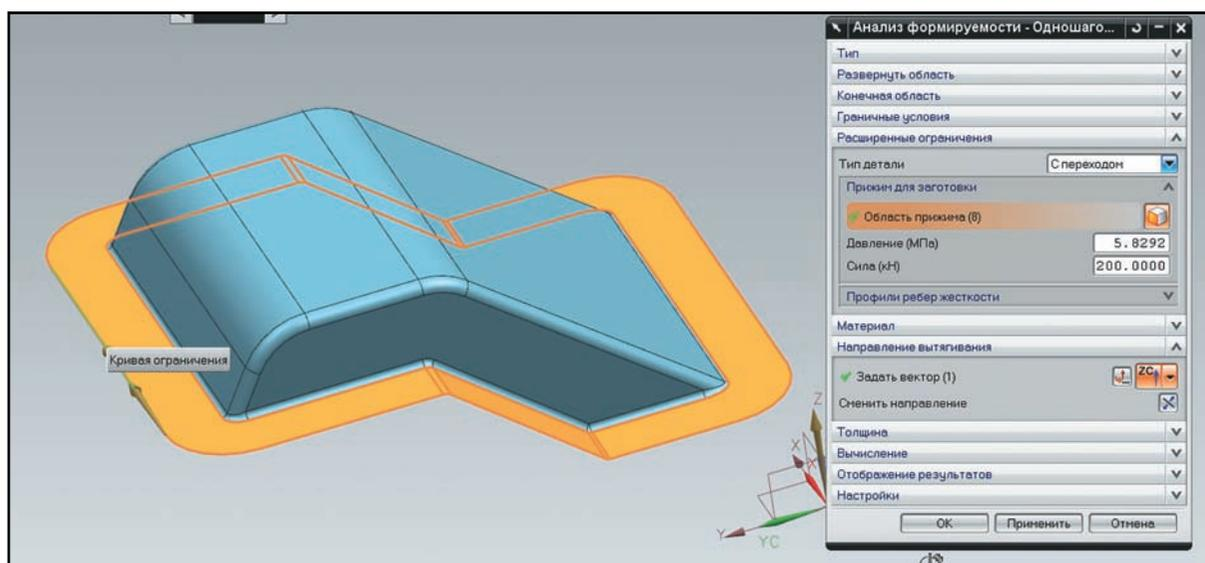

Рисунок 5.35. Задание зажима
- В блоке диалога **Направление вытягивания (Draw Direction)** укажите вектор вдоль оси Z – то есть в каком направлении штамп будет двигаться при получении детали из заготовки (рис. 5.35).